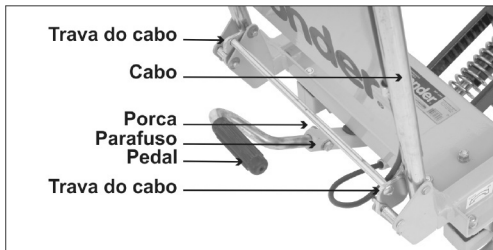

Fig. 3 – Travamento do cabo e montagem do pedal
1. Posicione o cabo na vertical e fixe apropriadamente abaixando a trava, ver fig.3.
2. Monte o pedal de acionamento colocando o parafuso e apertando a porca, ver fig.3.